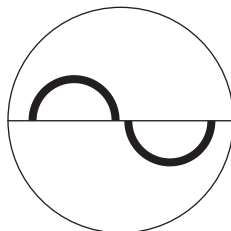

Figure 1 : Images semi-circulaires au centre du champ visuel
- Servez-vous de la manette de commande de la lampe à fente pour procéder à toutes rectifications nécessaires jusqu'à ce que la surface aplatie apparaisse sous forme de deux surfaces semi-circulaires de même superficie au centre du champ visuel. (Figure 1). Les petits ajustements vers le bas au moyen de la manette de commande n'exerceront aucun effet sur la taille des images semi-circulaires.